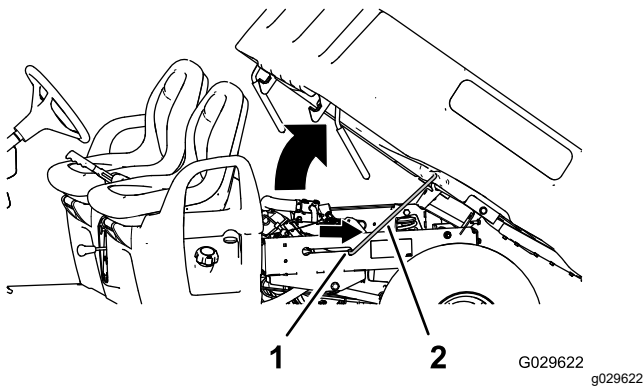

Bild 13
2. Ziehen Sie die Stützstange in die Auskerbung, um die Staubox zu befestigen (Bild 13).
2. Schieben Sie die Stützstange aus der Auskerbung heraus (Bild 13).
3. Senken Sie die Staubox ab, bis sie fest verriegelt ist (Bild 13).